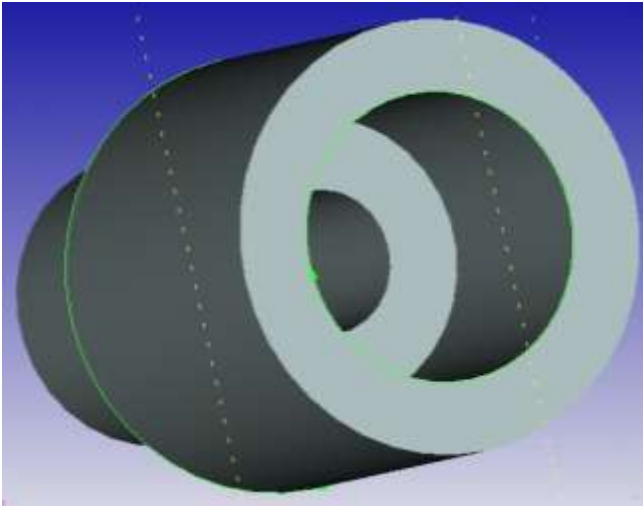

Рис. 3. Проектируемый корпус
9. Выполните операцию **Выталкивание**, указав в параметрах операции **Через все**. В результате получается модель, аналогичная представленной на рис. 3.